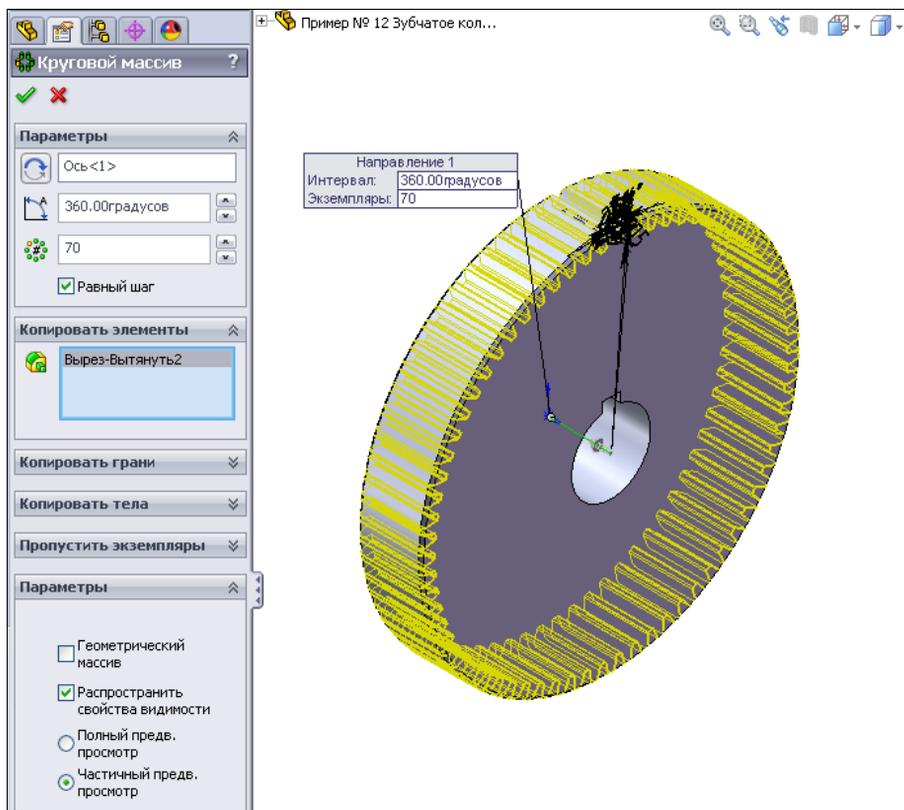

Рис. 2.150
3. При помощи кругового массива скопируем впадину зуба. Для этого нажмем кнопку  — **Круговой массив**. На экране появится окно **Круговой массив**. В разделе **Параметры** укажем ось массива посредством меню **Вид | Временные оси**. В трехмерной модели детали появится ось, которую необходимо выделить. Ее название отобразится в разделе **Параметры** (рис. 2.150). В этом разделе также укажем суммарный угол массива — 360° , количество копируемых элементов (впадин) — 70, поставим флажок **Равный шаг** (рис. 2.150). В разделе **Копировать элементы** необходимо обозначить вырез зуба — **Вырез-Вытянуть2** (рис. 2.150).